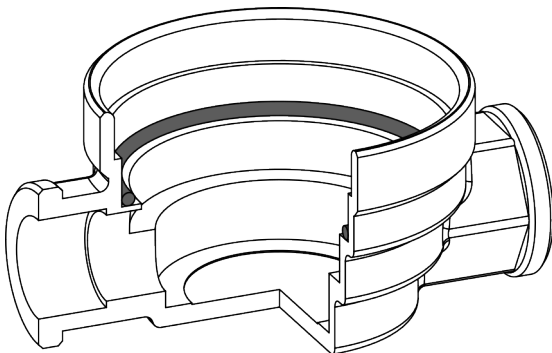

Abbildung 9. Montage Dichtung A34
1. Beigelegten O-Ring in das EAT einlegen und andrücken (Abb. 9).